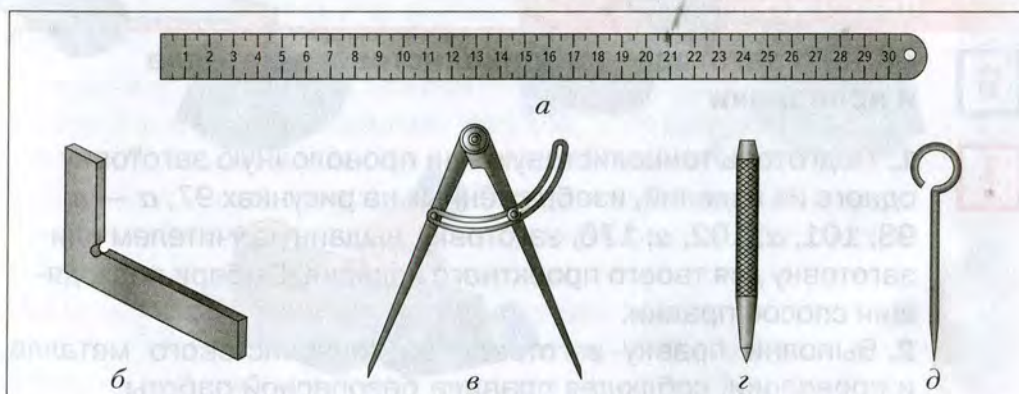

Рис. 107. Инструменты для слесарной разметки: *a* – металлическая линейка; *б* – слесарный угольник; *в* – разметочный циркуль; *г* – кернер; *д* – чертилка
- металлическую линейку (рис. 107, *a*);
- *слесарный угольник* (рис. 107, *б*), с помощью которого проводят линии под прямым углом и проверяют прямые углы у деталей;
- *чертилку* (рис. 107, д) – для нанесения разметочных линий;
- *разметочный циркуль* (рис. 107, в) – для проведения окружностей;
- *кернер* (рис. 107, г) – для получения на поверхности небольших впадин (лунок).